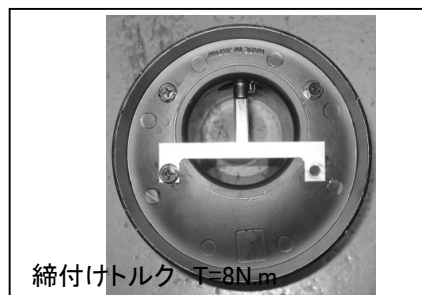

図 5
- ②組み立てたエアフロアダプターと、アダプター、整流プレートを図 5、6 を参考に組み立てます。